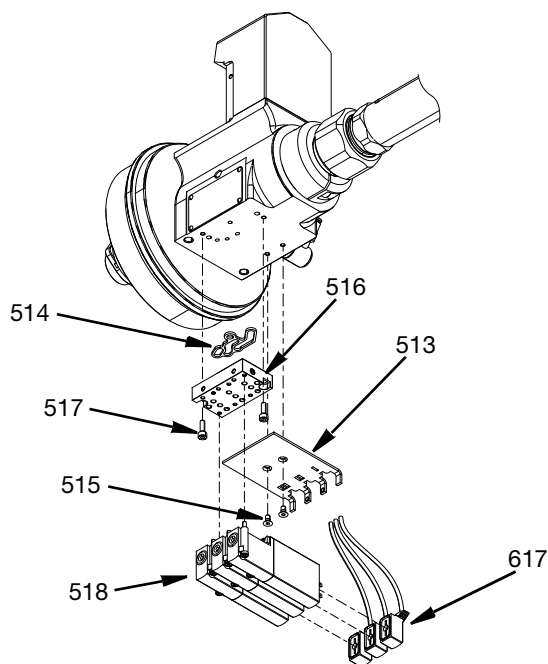

FIG. 36
- Con dos tornillos M3 (515), fije la cubierta interior (513) al conjunto del alojamiento de la pieza giratoria (511) y apriete a 0,9 N•m (8 lb-pulg.).
- Aplice una fina capa de grasa de litio en la junta de aire (514). Sitúe las clavijas del colector de válvulas de aire (516) en el conjunto del alojamiento de la pieza giratoria (511). Aplique lubricante antiagarrotamiento e inserte dos tornillos M3 de fijación de cabeza hueca (517) y apriete a 0,9 N•m (8 lb-pulg.).
- Fije las válvulas de aire (518) con los tornillos cauticos incluidos en el colector de válvulas de aire (516). Conecte a las válvulas de aire las conexiones de cables (617) de las válvulas solenoide. Consulte la FIG. 36, página 25.